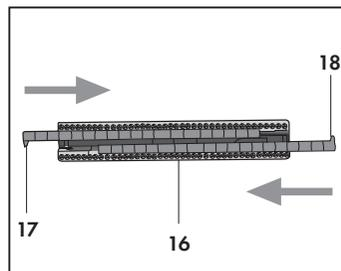

Fig. 16
Per il montaggio del telaio setolato (16) per moquettes e tappeti, inserire nelle apposite guide le spazzole rigide con le linguette (17 18) rivolte all'interno (Fig.16)